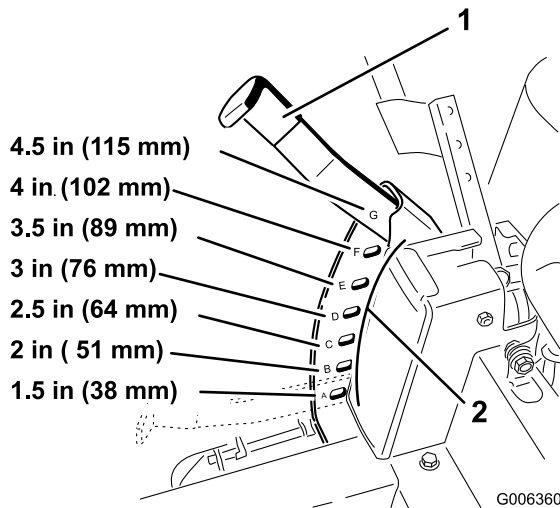

Figura 16
1. Levante la palanca de ajuste de la altura de corte a la posición de transporte, es decir, la posición de altura de corte **G** (que es también la posición de altura de corte de 115 mm) (Figura 16).